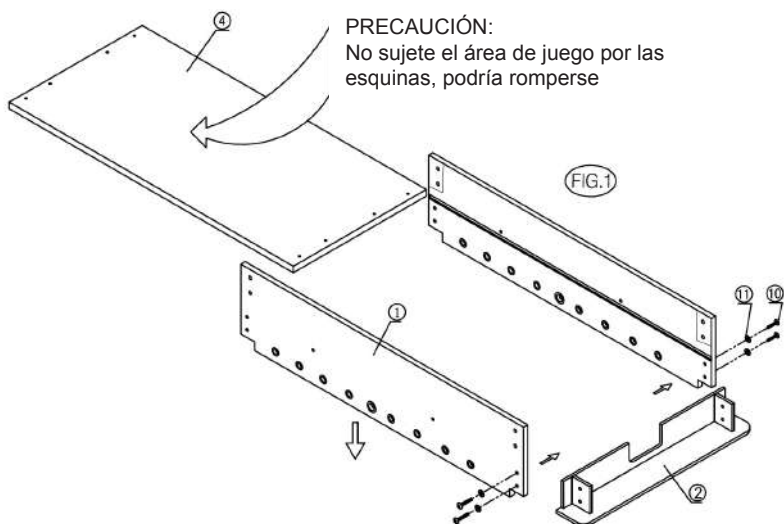

FIG. 2.
5) Repita el paso para fijar el otro tablero del extremo de la portería (#2) a los tableros laterales (#1) como se muestra en la FIG. 2. NOTA: Asegúrese de que los dos tableros laterales (#1) y los tableros del extremo de la portería (#2) estén alineados.
6) Fije el campo de juego de fútbol (#4) a los tableros del extremo de la portería (#2) con ocho tornillos de cabeza hexagonal (#12) como se muestra en la FIG. 2.